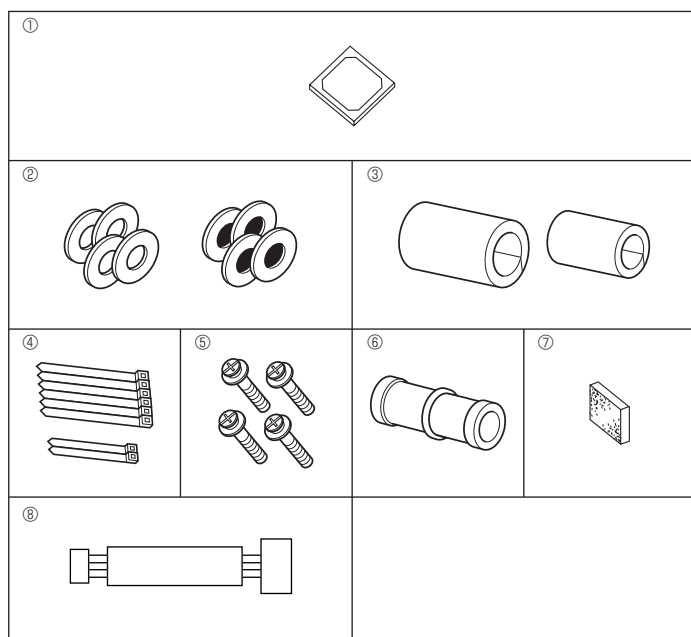

Fig. 2-1
2.1. Controleer de accessoires voor het binnenapparaat (Fig. 2-1)